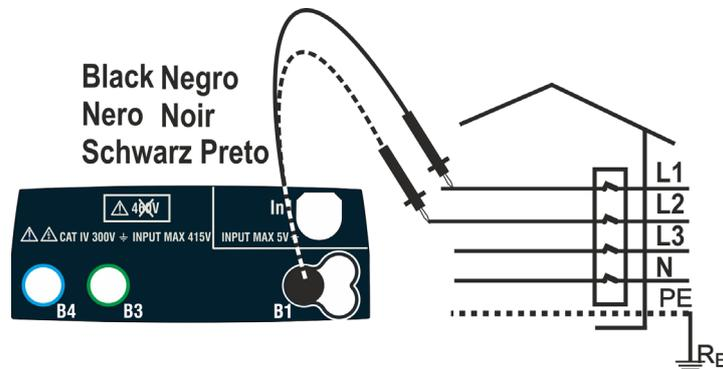

Abb. 31: Prüfung der Phasenfolge mit einem Messkabel
2. Führen Sie den Stecker des schwarzen Kabels in die entsprechende Eingangsbuchse B1 des Geräts. Alternativ dazu können Sie ein Einzelkabel verwenden und die entsprechende Krokodilklemme an freie Kabelende aufstecken. Sie können auch die Prüfsonde mit Fernbedienung benutzen, indem Sie deren mehrpoligen Steckverbinder in die Eingangsbuchse B1 einführen. Verbinden Sie die Krokodilklemmen oder die Prüfsonde mit Fernbedienung mit der elektrischen Anlage entsprechend den Abb. 31 oder Abb. 32.
5. Unter diesen Bedingungen, verbinden Sie die Krokodilklemme oder die externe Prüfsonde mit der Phase L2, wie in den Abb. 31 oder Abb. 32 gezeigt.